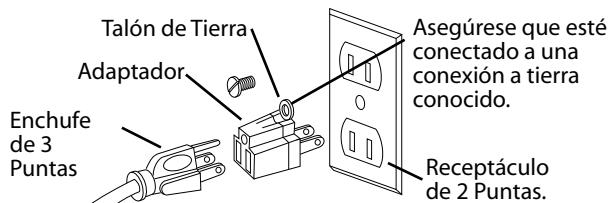

Figura 5 – Receptáculo de 2 puntas con adaptador.
- Un adaptador temporal de 3 clavijas a 2 clavijas de puesta a tierra (Figura 5) está disponible para conectar enchufes a un tomacorriente bipolar si está correctamente conectado a tierra.